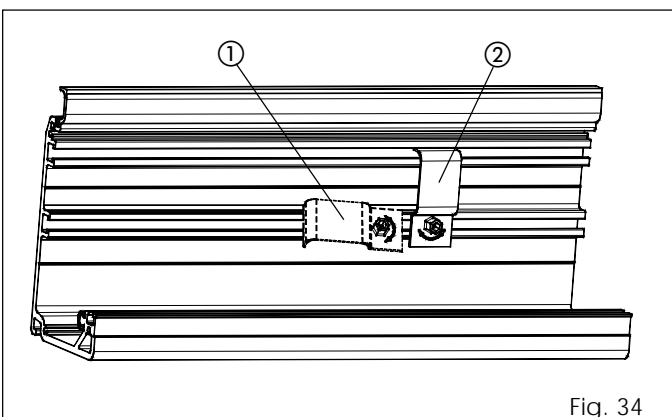

Fig. 34
Monte los pasa-cables suministrados en dotación de modo que queden paralelos al perfil (fig. 34 ref. ①), seguidamente gírelos 90° para obtener el bloqueo (fig. 34 ref. ②).